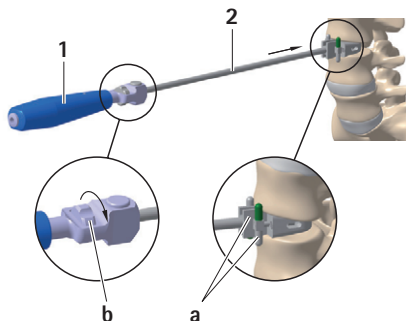

Fig. 1
- ▶ Montar la guía de cincel **2** en el mango **1** con el ángulo y la altura deseada del implante, ver Fig. 1.
- ▶ Gire la rueda **b** en sentido horario y ajustar el tope de seguridad **a** a la longitud de cincel más corta, ver Fig. 1.
- ▶ Introducir la guía de cincel **2** centralmente en el espacio intervertebral y ajustar el tope de seguridad **a** a la profundidad de cincel deseada mientras se supervisa radiográficamente, ver Fig. 1.